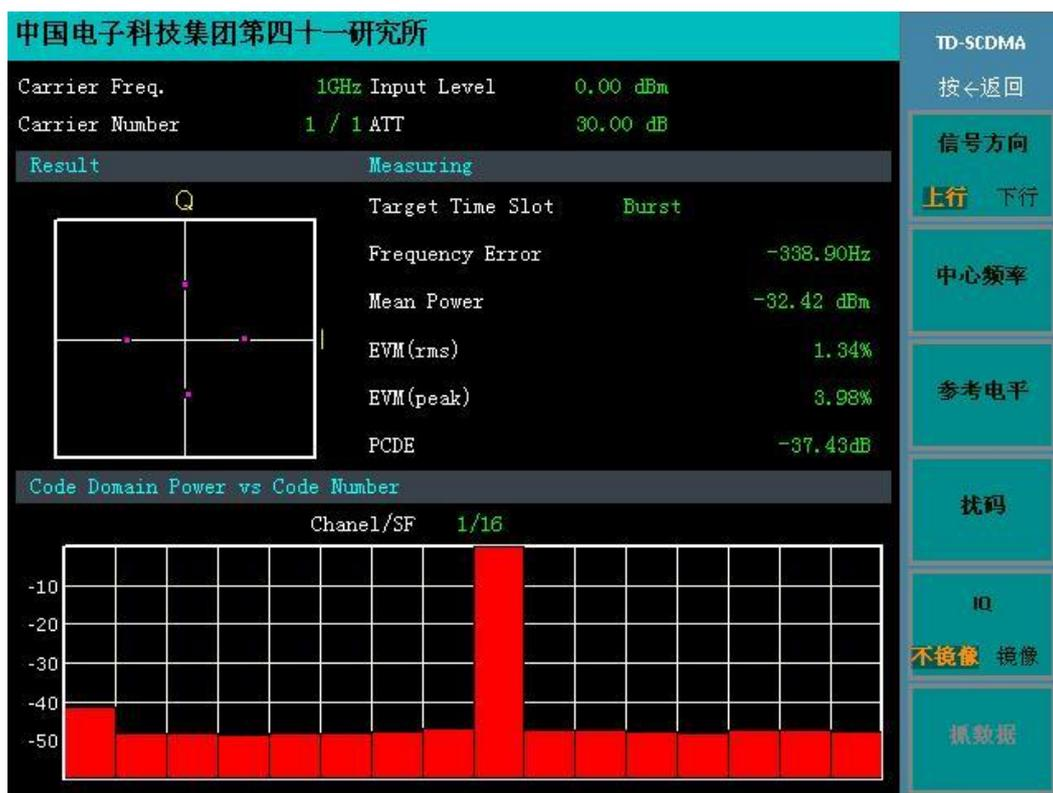

图 2-9 TD-SCDMA 信号分析功能界面
- 4) 按[测量]键，激活 CDMA 后进入下级菜单，激活 TD-SCDMA 进入 TD-SCDMA 标准制式信号分析功能；如图 2-9；